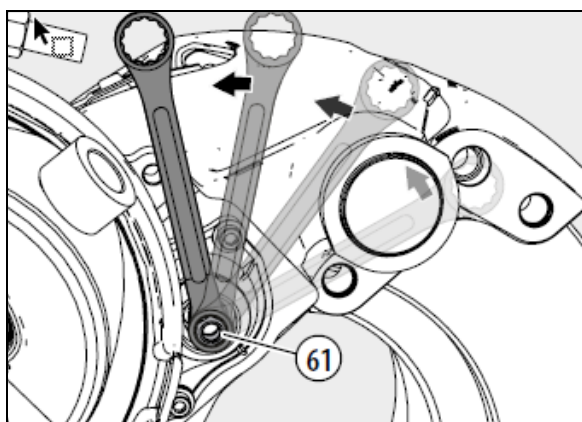

Figure 35: Tourner l'adaptateur de 3 clics dans le sens antihoraire
14. Tourner la vis de réglage avec l'adaptateur (61) de **3 clics** dans le sens antihoraire (pour augmenter le jeu) (voir Figure 35).